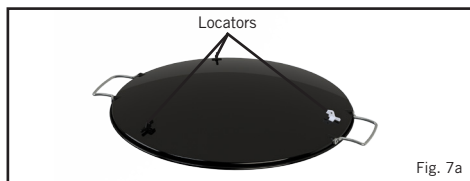

Fig. 7a
- Collocate la casseruola di cottura (F) sul complesso formato dal gambo e dal treppiedi.
- Per predisporre all'uso lo Skottel Braai, collocatelo sulla casseruola di cottura (F) in modo che tutti e tre i posizionatori (V) (Fig.7a) combacino correttamente con l'orlo della circonferenza della casseruola di cottura (F), dando stabilità all'insieme.